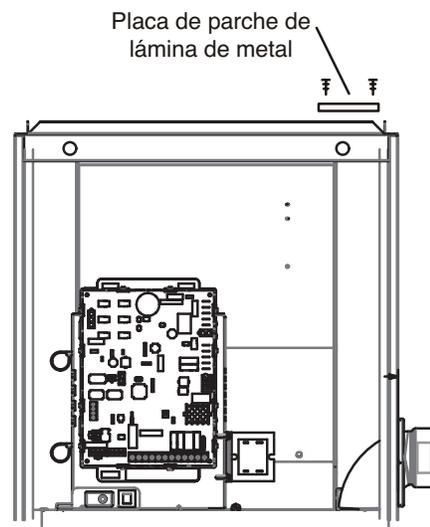

FIGURA 16
- 8 - Reutilice la placa de parche para cubrir el agujero en la tapa superior. Ver FIGURA 16. Quite los dos tornillos que sujetan la tapa superior al calefactor en el lado derecho y reinstálela sujetando el borde derecho de la placa de parche y el lado derecho de la tapa superior al calefactor. Use dos tornillos para hoja metálica de autoperforación (incluidos) para terminar de sujetar el borde izquierdo de la placa de parche en el lado izquierdo.